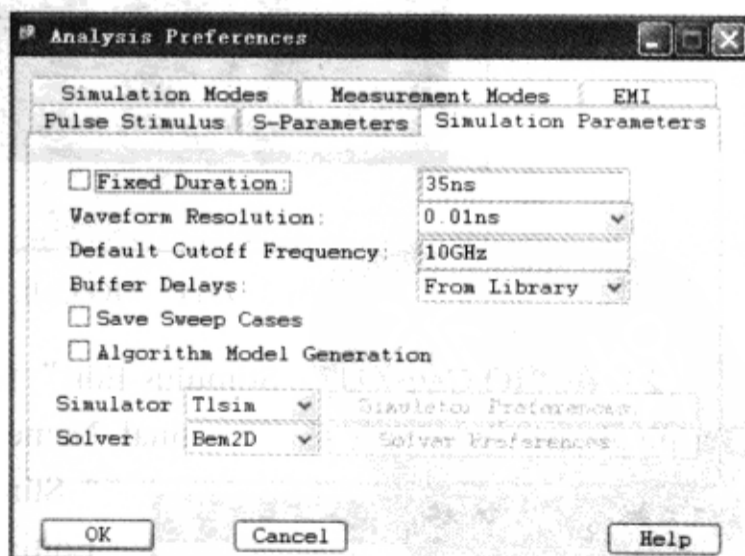

图 3-9-8 设置仿真参数
(2) 设置“Simulation Parameters”栏，如图3-9-8所示。